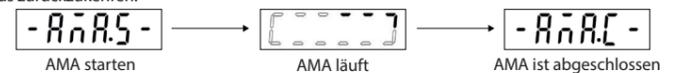

Abbildung 7: AMA-Statusanzeigen
3. Stellen Sie [1] Komplette AMA aktivieren oder [2] Reduzierte AMA aktivieren für Parameter P4.2.1.3 AMA-Modus ein. Im Hauptdisplay wird AMA starten angezeigt, siehe *Abbildung 7*.